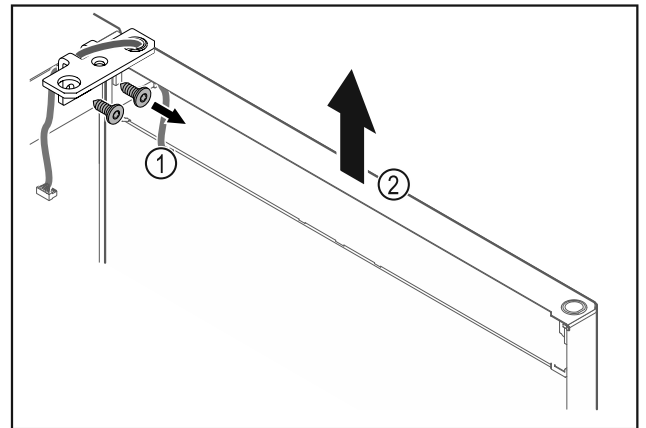

Fig. 22
- ▶ Desatornillar la escuadra de bisagra Fig. 22 (1).
- ▶ Levantar la puerta junto con la escuadra de bisagra Fig. 22 (2) aproximadamente 200 mm recta hacia arriba y retirar.